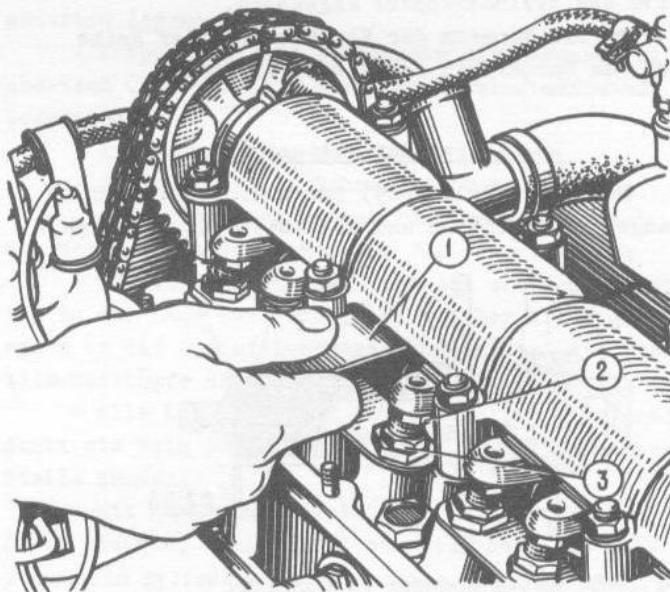

Bild 2-68. Prüfung des Spiels zwischen Hebeln und Nocken der Nockenwelle:
- zwischen Hebel und Nocken der Nockenwelle eine 0,15 mm dicke Flachfühllehre A.95111 stecken und die Schraube mit einem Schraubenschlüssel ein- oder ausdrehen, danach die Gegenmutter anziehen, bis die Fühllehre beim Anziehen der Gegenmutter sich mit leichtem Klemmen einführen läßt (Bild 2-68);